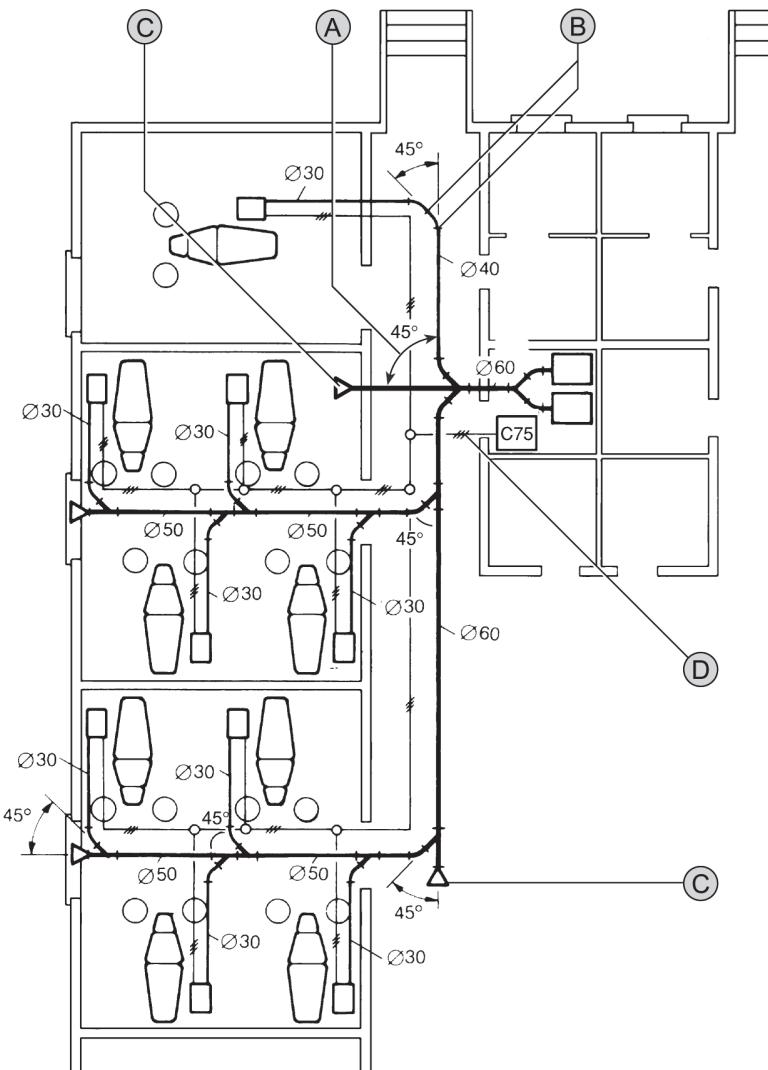

Рис. 2. Схема расположения 9 стоматологических установок, обслуживаемых двумя аспираторами Flux-Jet
Трубы должны быть безупречного качества с гарантированным длительным сроком службы. При прокладке магистралей необходимо также учитывать динамические законы поведения жидкости в трубе, сводя к минимуму потери давления от сопротивления. Боковые отводы и удлинители (см. пример на рис. 2) должны подключаться под углом 45° к установке (A), изгибов в 90° нужно избегать, заменяя их по возможности двумя соединениями под углом в 45° (B). В сухих системах не возникает проблем с различными уровнями или встречными потоками, в отличие от водо-воздушных систем, где поток аспирированной жидкости проходит полный путь до аспиратора, и при этом необходимо избегать подъемов и сифонов. После прокладки труб нужно проверить магистрали, на конце каждого ответвления можно поставить соответствующий прибор, а если нет возможности полностью проверить открытую магистраль, то проверку следует проводить в наиболее подходящей точке (C). Проверку магистрали на герметичность рекомендуется проводить один раз после ее прокладки: это полезно и для воздушных, и особенно для водо-воздушных систем. Для этого все выходы магистрали нужно закрыть, в магистрали создать небольшое давление и проконтролировать величину давления соответствующими приборами (манометром, ртутным или водяным столбом) – значение давления должно быть неизменным в течение длительного времени.